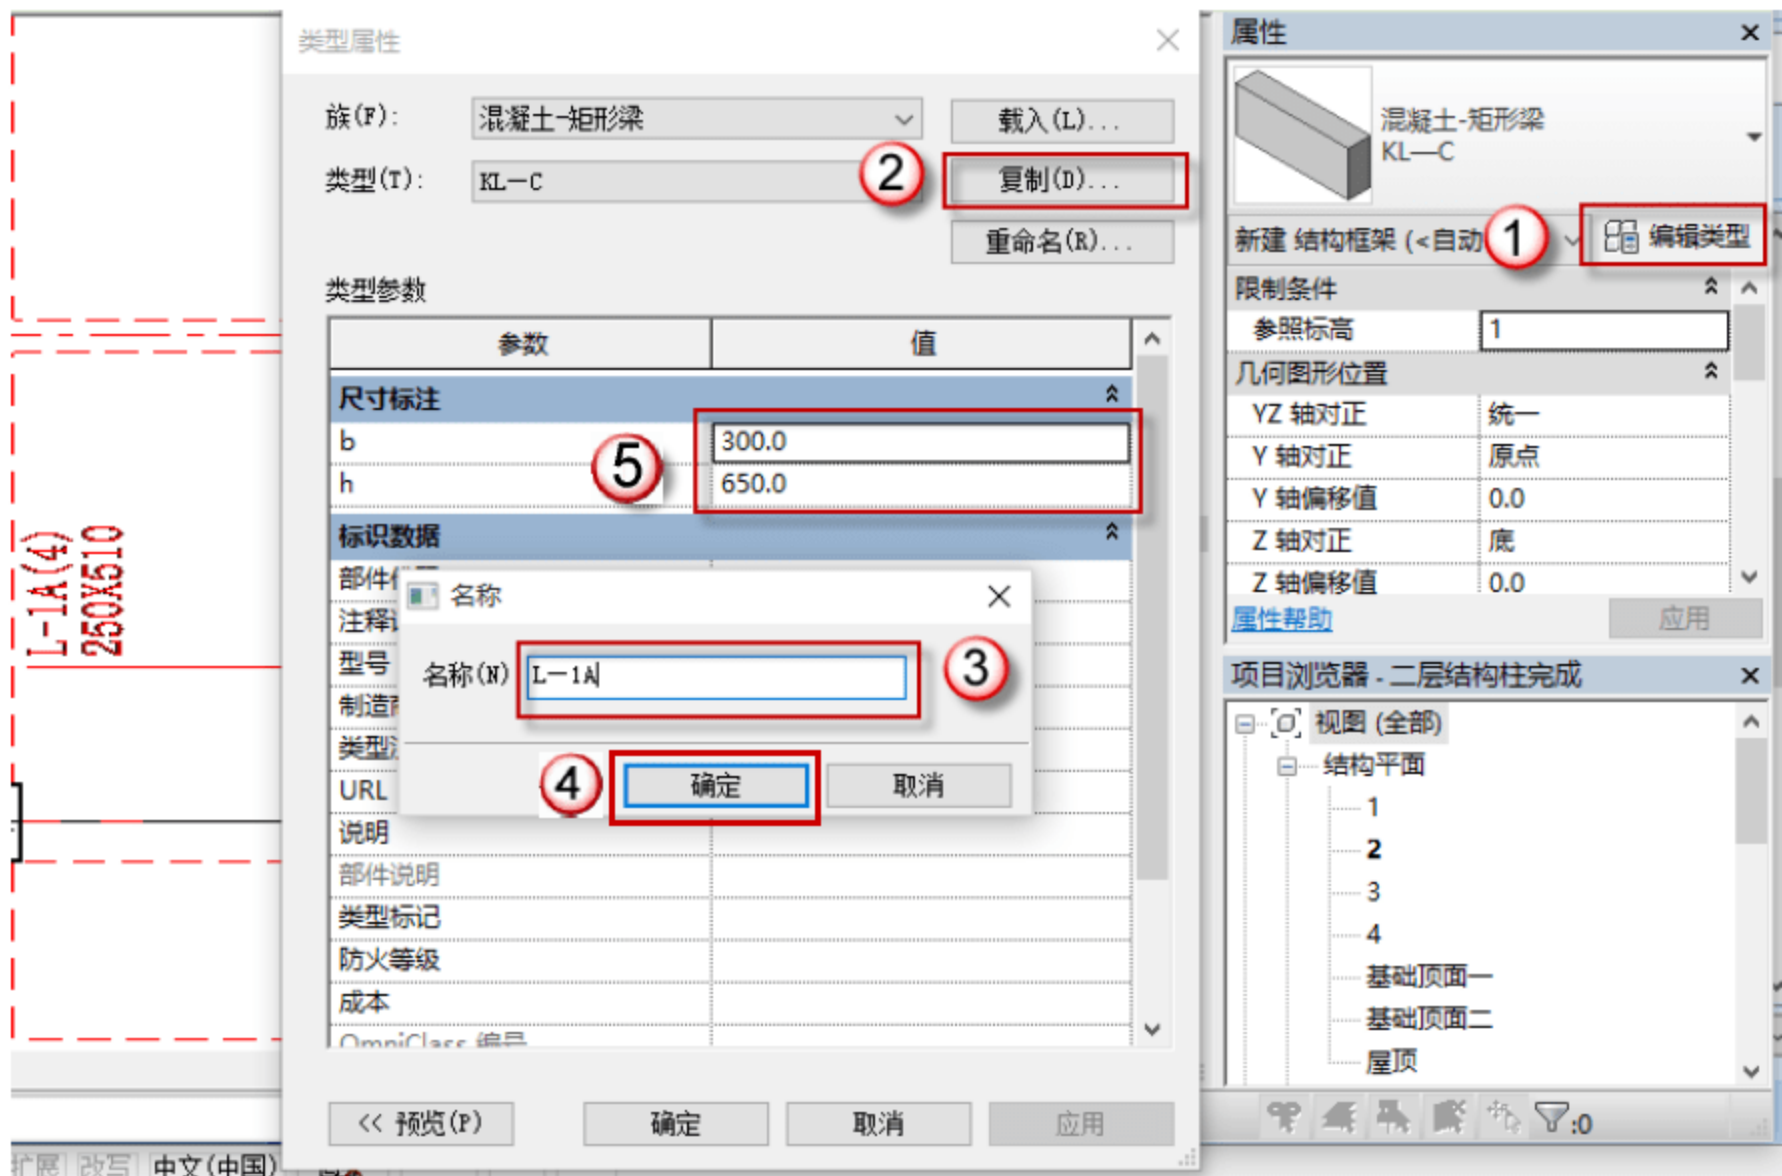

图 4.2.77 设置 L-1A 参数
(2) 设置矩形梁 L-1A 参数，按快捷键 B+M，出现绘制的界面，单击“编辑类型”按钮，在弹出的对话框中单击“复制”按钮，再在弹出的对话框中命名新的族 L-1A，单击“确定”按钮。在“尺寸标注”栏设置参数，如图 4.2.77 所示。